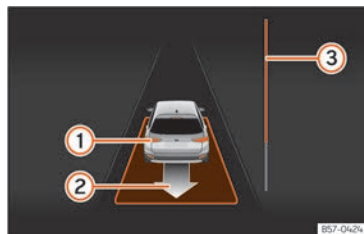

Fig. 201 Sur l'écran du combiné d'instruments : sortir d'une place de stationnement en créneau.
- Reculez jusqu'à ce que retentisse le signal continu du ParkPilot ; **OU** : reculez jusqu'à ce que l'indication de passer en marche avant apparaisse sur l'écran du combiné d'instruments. La barre de progression » » fig. 201 **③** indique la distance à parcourir » » page 302.